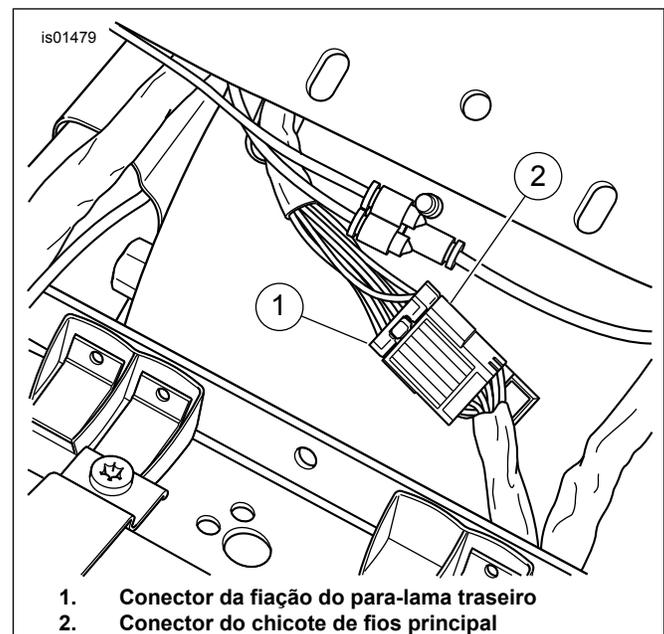

Figura 1. Conector de iluminação do para-lama traseiro típico (FLHTC mostrado)
2. Veja Figura 1. Localize o chicote de fios traseiro saindo do para-lama traseiro na área embaixo do assento. Solte o conector da fiação de luz do para-lama traseiro (1) do conector do chicote de fios principal (2).